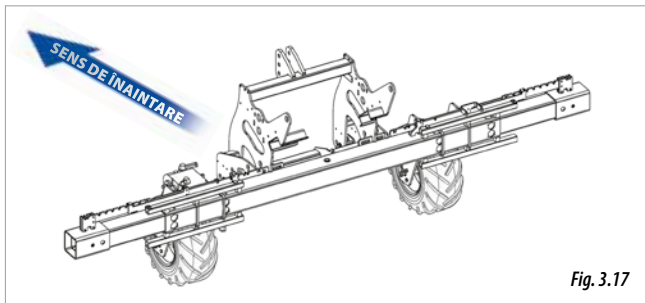

Fig. 3.17
- TELESCOPIC SIMPLU (Fig. 3.17).